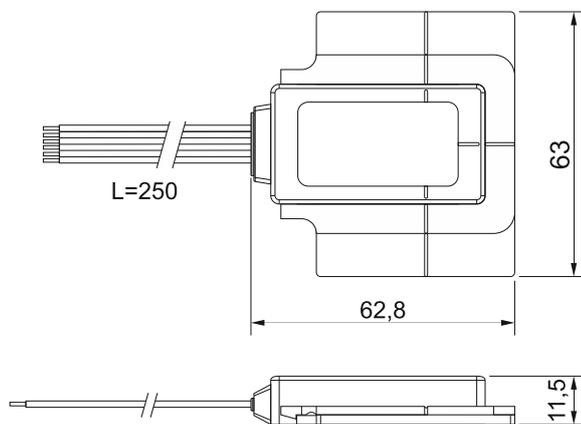
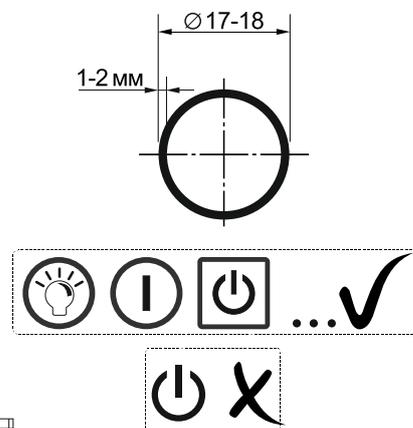

Рис. 1
Рис.2
- Размеры сенсорного выключателя указаны на Рис. 1. Размеры сенсорной кнопки указаны на Рис.2. Назначение и полярность контактов сенсорного выключателя указаны на Рис. 3.
- Снимите отражающий слой с задней стенки зеркала на месте установки сенсора. Рекомендуемые размеры и варианты рисунков указаны на Рис. 2. Рисунок может иметь как форму окружности, так и прямоугольную форму. **ВНИМАНИЕ!** внешний контур рисунка должен быть замкнут! Разомкнутый контур рисунка не допускается.